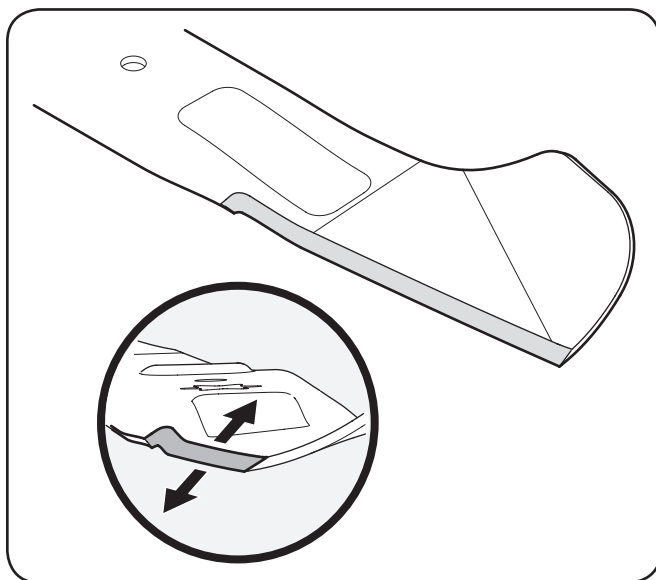

Figure 7-7
4. Afin de correctement aiguiser les lames de coupe, aiguisiez les deux extrémités des lames de façon égale au long du bord tranchant, parallèlement à la voile, à un angle de 25 à 30 degrés. Aiguisiez toujours chaque lame de coupe de façon égale afin que les lames demeurent bien équilibrées. Voir Figure 7-7.